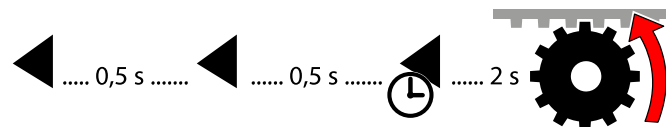

Abb. 102: Endlageneinstellung – Einstellung linke Endlage
5. Drücken Sie zum Speichern der linken Endlage folgende Tastenkombination (siehe Abb. 102).